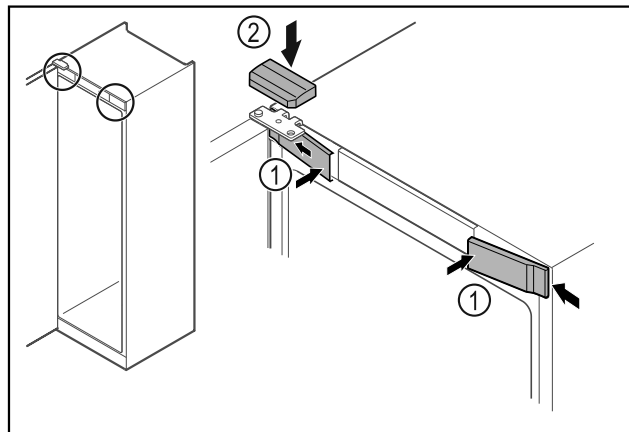

Fig. 49 *
- Accrocher les caches avant Fig. 49 (1) par les côtés et les enclencher.*
- Insérer le cache supérieur Fig. 49 (2) par le haut.*